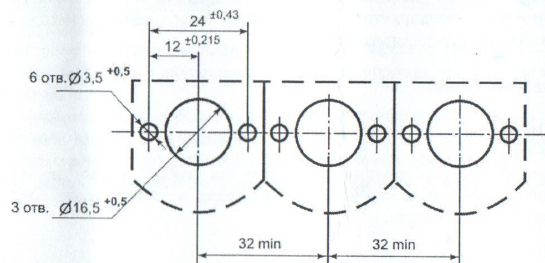

Рис.3 Рекомендуемая разметка отверстий для крепления индикатора на фасадной панели.
Блоки индикации, соответствующие каждой из трех фаз (А, В, С) рекомендуется крепить на фасадной панели установок в ряд с нанесением маркировки соответствующих фаз: «А», «В», «С». Разметка места для крепления трех блоков индикации показана на рис.3.
- Подготовить место для установки блоков индикации на фасадной панели установки. Рекомендуется устанавливать в горизонтальный ряд, для чего необходимо просверлить 3 отв. Ø16,5 мм (с минимальным расстоянием между ними 32 мм) и три соответствующие им пары отверстий Ø3,5 для крепления блоков индикации (см рис. 3).